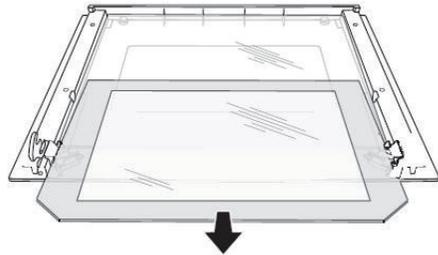

Figura 2
2. Sollevare il pannello di vetro interno (doppio vetro) nella parte inferiore e spingerlo con cautela nella direzione della freccia come mostrato nella Figura 2 e rimuoverlo completamente dalla porta del forno.